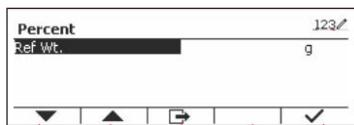

Figure 68
- Appuyez sur le bouton multifonction correspondant à l'icône pour accéder au sous-menu de saisie du poids de référence. (Voir Figure 68)